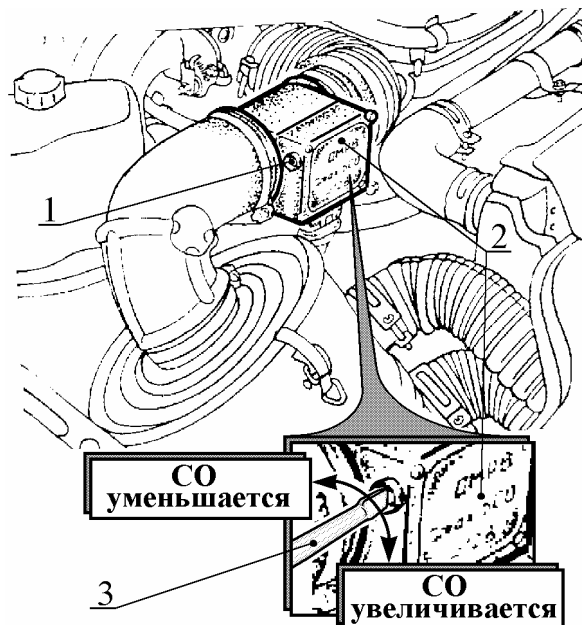

Рис. 4. Регулировка содержания СО и СН на автомобиле с двигателем ЗМЗ-4062, -4052, -4092 винтом потенциометра ДМРВ:
5.2.1. Вращением регулировочного винта 1 (рис. 4) потенциометра ДМРВ 2 установить содержание СО и СН в пределах нормы (см. п. 4.1.2)